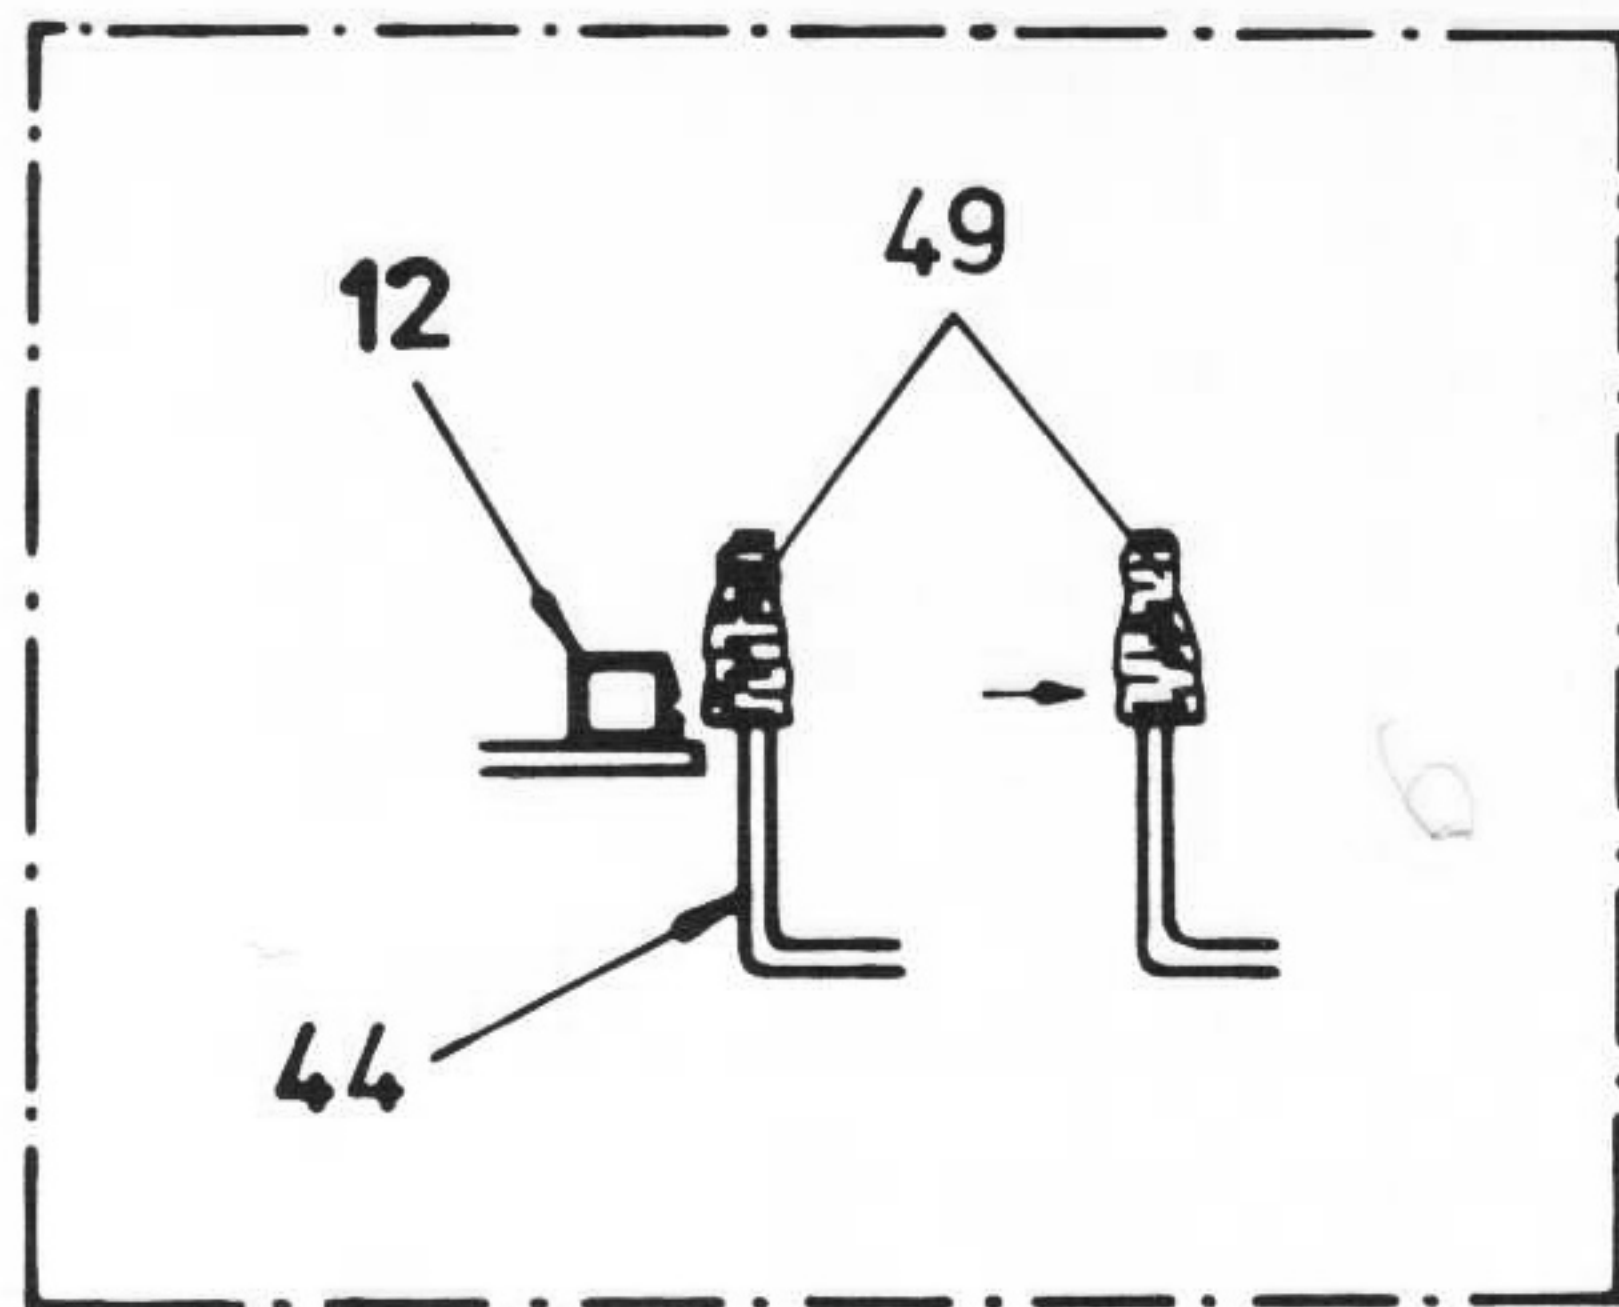
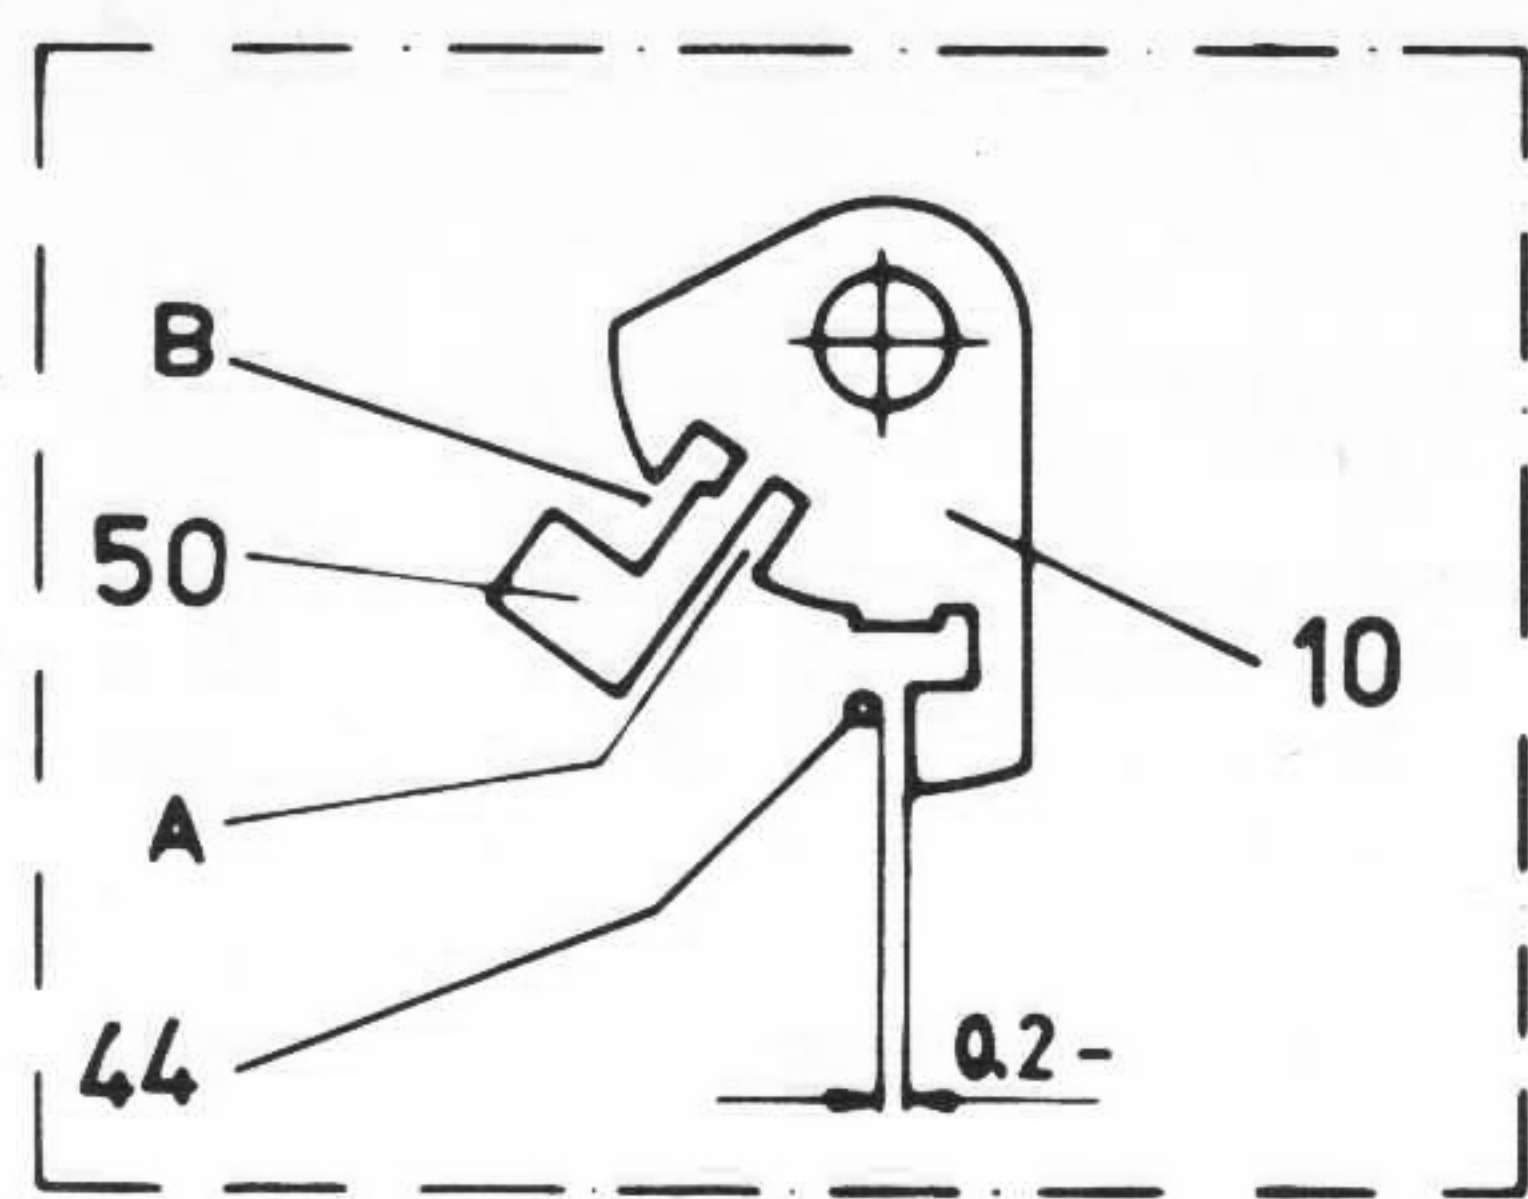

Fig. 1
Fig. 2
Manöverplåten (10) vrids på tonarmsaxeln så att i fig. 2 angivet spel erhålles mellan manöverplåtens arm och stång 3 (44). Härfter drages stoppskruvarna för manöverplåten hårt och kontrolleras att inställningen är riktig. Kontrollera också att fjäderstrumpan (49) på stången sitter någorlunda koncentriskt och på rätt höjd. Överändan på fjäderstrumpan skall överlappa luftgapet på magnet (12) med 1-3 fjäder-varv, om manöverplåten (10) och med denna magneten vrids in mot strumpan. (Fig 1). På ett litet avstånd från strumpan kommer denna att attraheras av magne-ten och böja sig in mot denna. Härvid kopplas stång 3 (44) och manöverplåt (10) ihop utan att nämnvärt påverka tonarmen.